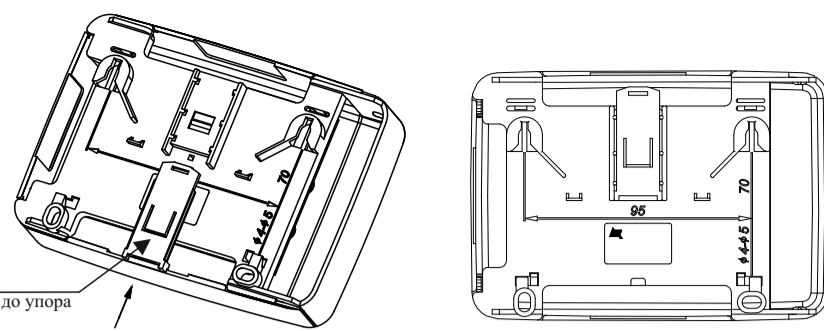

Рисунок 7
- в направляющие основания вставить фиксатор, входящий в комплект поставки (рисунок 7);